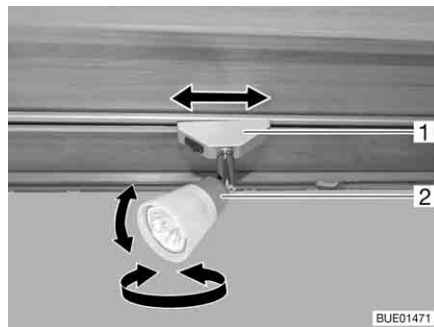

Fig. 66 Foco
**Girar:** ■ Cogér la carcasa (Fig. 66,2) y girarla.
**Desplazar:** ■ Agarrar el soporte (Fig. 66,1) y girarlo aprox. 45°.
**Retirar:** ■ Agarrar el soporte (Fig. 66,1) y girarlo 90°.